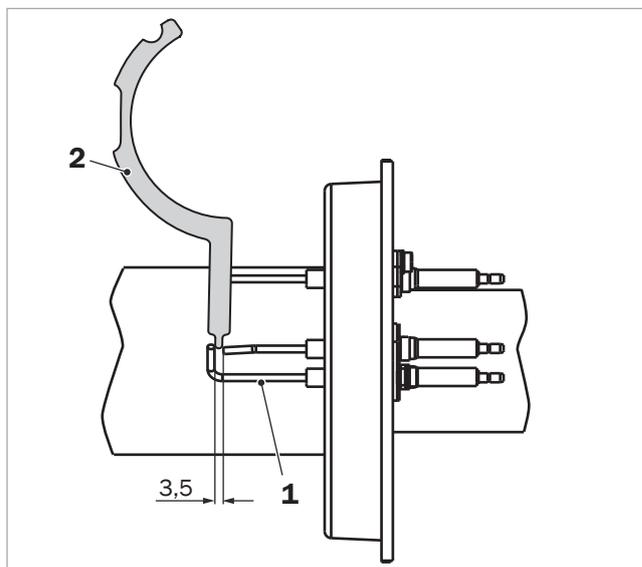

Fig. 129: distanza tra elettrodi e massa dell'elettrodo di accensione
1. Verificare le distanze dell'elettrodo di ionizzazione con l'ausilio del calibro per elettrodi → fig. 129 (2) (eventualmente correggere piegando con attenzione).
- elettrodi tra loro → fig. 129 (1): 3,5 mm